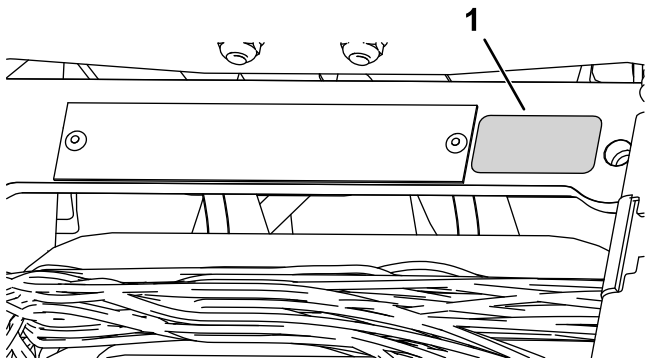

Figure 14
- Coloque la pegatina del año de producción junto a la placa con el número de serie (Figure 14).